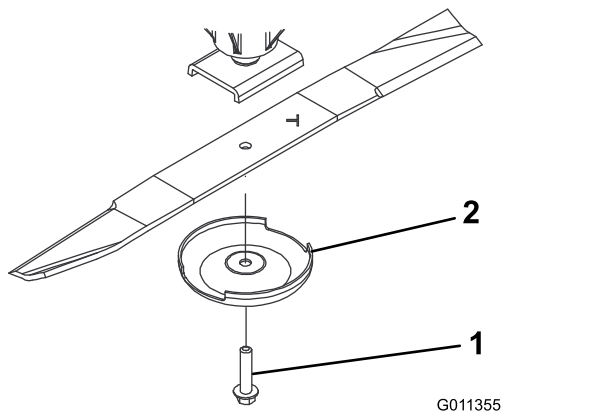

图 72
3. 使用抹布或厚垫手套抓住刀片的端部并从锭轴卸下刀片螺栓、防刮罩和刀片 图 72。
4. 使用防刮罩和刀片螺栓安装刀片刀翼面向剪草刀盘 图 72。